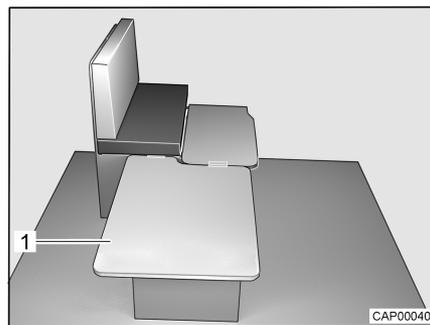

Bild 34 Während des Umbaus
- Einlegebrett (Bild 34,1) seitlich an der Sitzbank eingehängen und auf den Tisch legen.